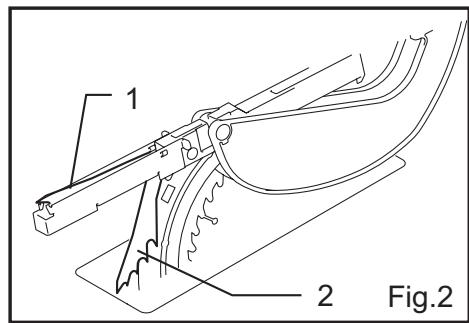

Fig.2
2. Lors que la broche du levier de verrouillage est en position verrouillée, insérez la broche dans l'encoche du protecteur de lame, comme illustré dans la figure 2.